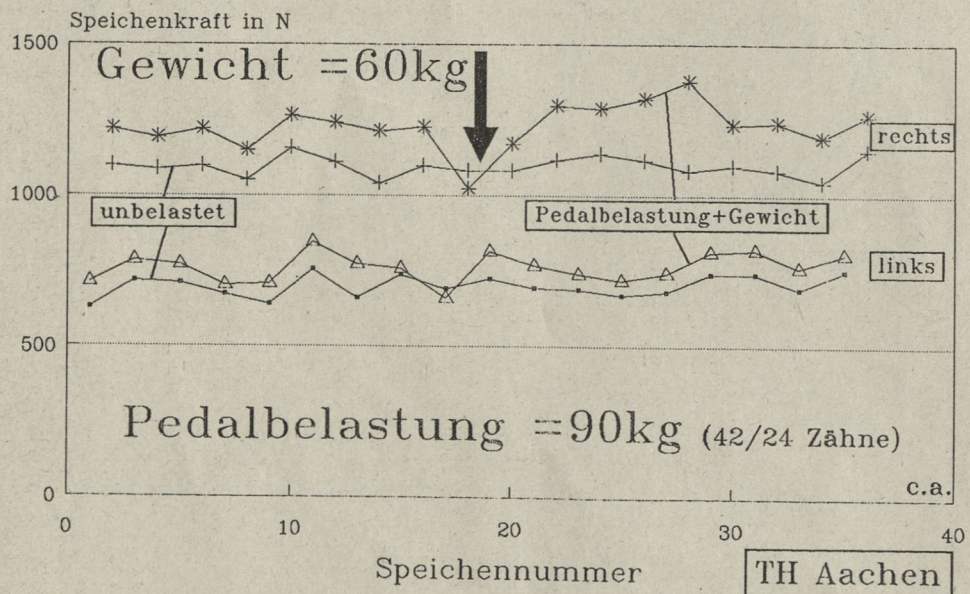

Abb. 10
Jeweils in der Mitte des Diagramms befindet sich die Speiche, die gerade ist und durch die Aufstandskraft von 60 kg stark entlastet wird. In den Abb. 10 und 11, die radial gespeichte Räder zeigen, werden alle Speichen durch die Kettenkraft zusätzlich belastet. Die untere Speiche (Diagramm-Mitte) bleibt durch Überlagerung von Be- und Entlastung etwa unbeeinflusst. Auf allen Bildern ist sehr deutlich zu sehen, daß die linken Speichen am Hinterrad weniger vorgespannt sind und auch weniger zusätzliche Last durch den Kettenzug aufnehmen als die rechten Speichen.
b) Radial mit Campa-Nabe (Abbildung 10):